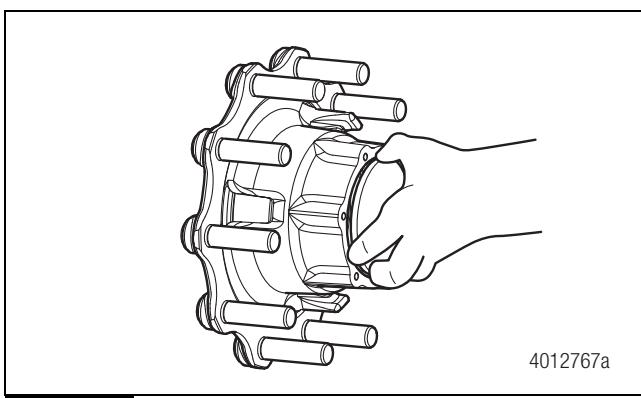

Figura 5.12
6. Instale el cono de cojinete exterior; después apriete la tuerca de ajuste hasta que quede ajustada contra el cono de cojinete exterior. Retire el apoyo de la maza de modo que la misma descansen sobre los cojinetes. Figura 5.12.